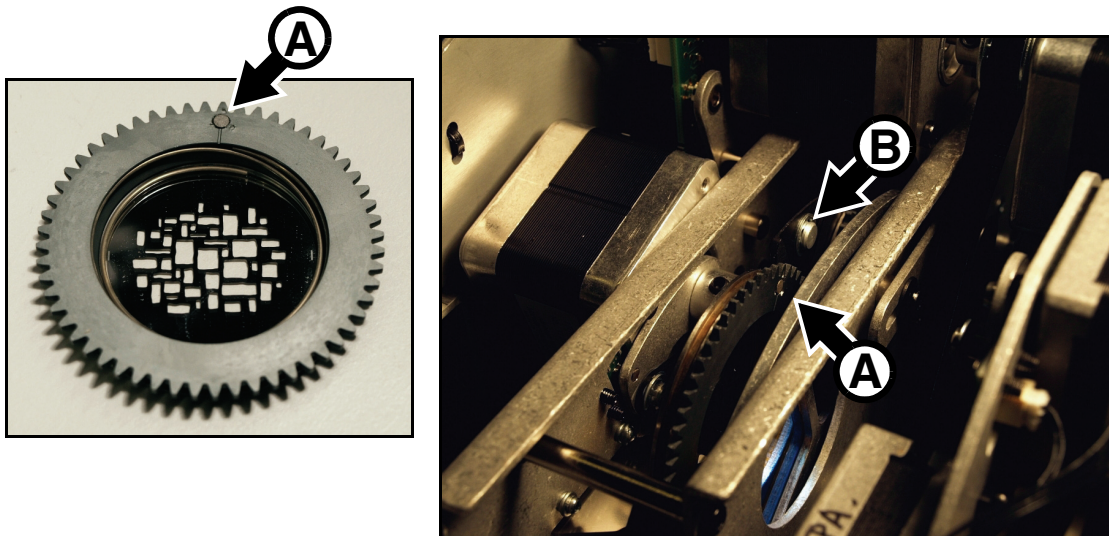

Bild 18: Zugriff auf die Halter eines Goborades
4. Siehe Bild 18. Drehen Sie den Gobohalter bis der Indexmagnet **A** mit einem selbst gewählten Referenzpunkt des Gobomoduls (z.B. **B** Bild 18) übereinstimmt. Entfernen und montieren Sie die Gobos nacheinander, beachten Sie die Ausrichtung des Indexmagneten **A** am Referenzpunkt und drehen Sie das Goborad oder die Gobos nicht, wenn ein Gobohalter entfernt wurde. Dadurch werden die Gobos in der programmierten Position gehalten und Sie müssen Ihre Lichtsteuerung nach dem Service nicht neu programmieren, weil die Gobopositionen nicht mehr stimmen.